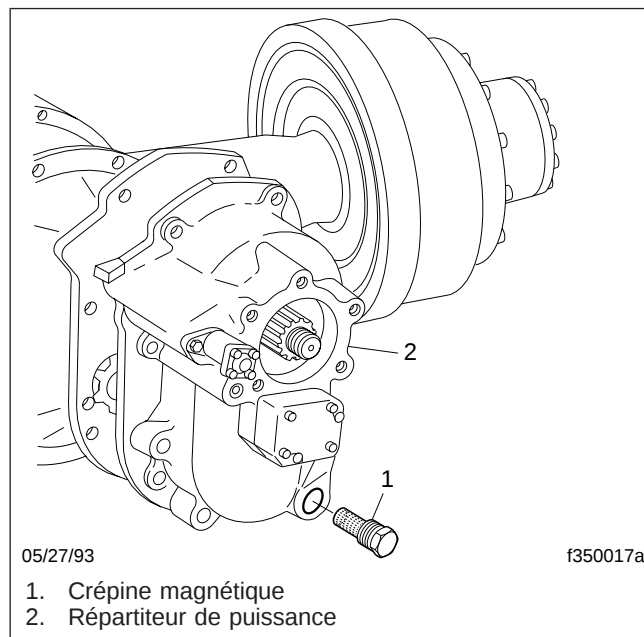

Fig. 5, Crépine magnétique du pont tandem Dana Spicer
4. À chaque vidange d'huile d'essieu, retirez et nettoyez la crépine magnétique s'il y a lieu; voir la **figure 5**.